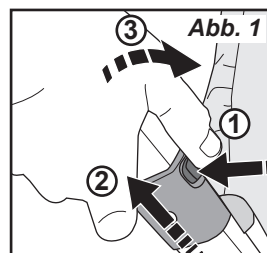

Abb. 1
1. Legen Sie den Kinderwagen mit den Vorderrädern und Fußstützen nach unten auf den Boden (Abb. 1). **BITTE BEACHTEN SIE:** Stellen Sie immer sicher, dass der Boden sauber und trocken ist, bevor Sie den Kinderwagen hinlegen.
3. Suchen Sie den Haltegurt auf einer Seite des Kinderwagens (Abb. 1). Drücken Sie den Kinderwagengriff nach unten und haken Sie ihn aus Haltegurtverriegelung durch Herunterschieben der Verriegelung nach unten, so Kinderwagen Der Stift richtet sich nach dem größeren Loch in der Verriegelung aus (Abb. 2).
2. Drücken Sie auf Rote Taste an der rechten Seite ① und dann beide Falten Verschluss-Freigabe schieben Knopf auf beiden nach oben in Richtung der Handgriffseiten Griff ② (Abb. 1) zu entriegeln.
3. Halten Sie die Falten Lock-up Mitteilungen, nach vorne schieben auf den Kinderwagen Griff zu falten ③ (Abb. 1).
2. Schnallen Sie das Kind mit dem Sitzgurt an, indem Sie den Schrittgurt zwischen den Beinen des Kindes positionieren und die Schulter- und Hüftgurte über Schultern und Taille legen. Lassen Sie die Zungen der Schnallen in die Schrittgurtschnalle einrasten (Abb. 1).
1. Entfernen Sie den Schultergurt auf der Rückseite des Sitzes von der Rückenlehne, richten Sie das obere Ende der Gurtverankerung auf den Schultergurt aus und drücken Sie die Gurtverankerung und den Schultergurt durch den Schlitz in der Rückenlehne (Abb. 1).
1. Ziehen Sie den Einstellhebel (Abb. 1) an der Rückenlehne nach oben.